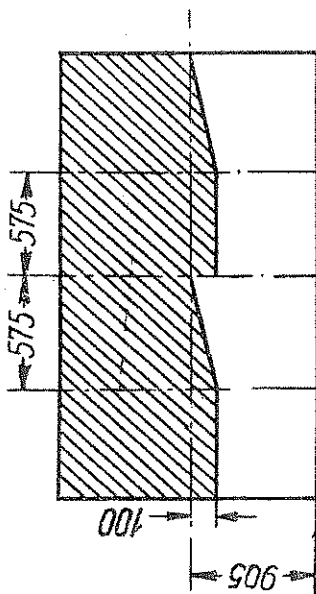

Abb. 51 Die Lage der Lichtfleck bei den richtig einstellbaren Scheinwerfern
3. Abblendlicht einschalten und der Reihe nach jede Scheinwerfer mit Hilfe der Einstellschrauben, die sich oben und seitlich unter der Scheibenfassung befinden, so einstellen, daß die Lage der Lichtfleck dem Bild 51 entspricht.